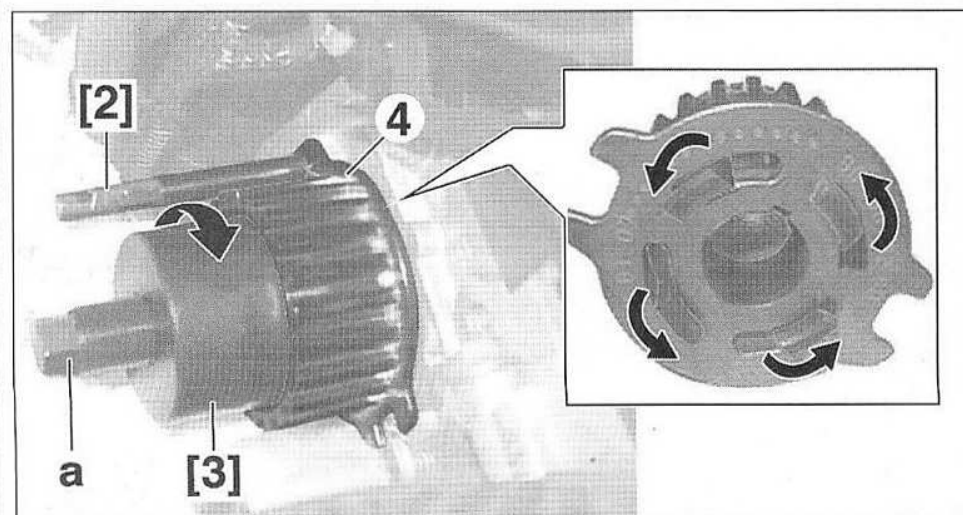

FIG.50
- Mettre en place l'outil [3] dans les gorges du pignon (Fig.50).
- le pignon (4) en serrant la vis (a) de l'outil [3],